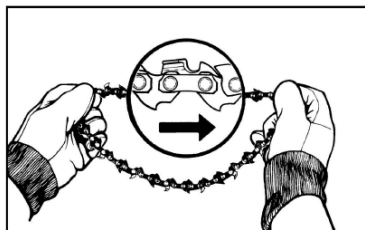

Fig. 3B
3. Passez la chaîne de la scie sur la roue motrice avec les bords coupants de la chaîne pointant dans le sens de rotation (Figure 3B).